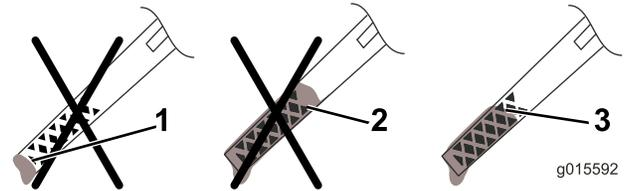

Bild 14
5. Nehmen Sie den Peilstab heraus und lesen Sie den Ölstand ab (Bild 14).